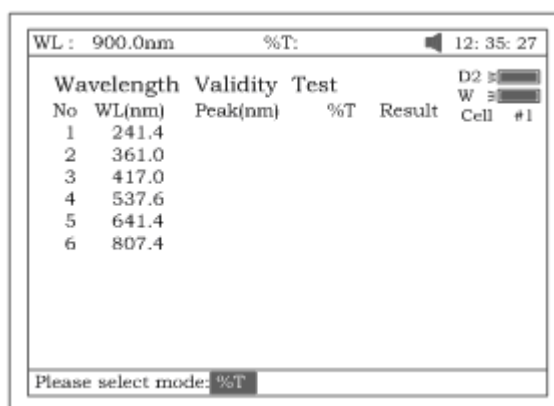

Рисунок 97
2. Нажмите **[F2]**, чтобы выбрать режим анализа (Abs или %T, рис.97).